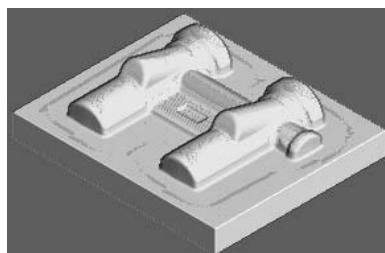

图 3-151 仿真加工结果 5
2) 在“仿真”工具栏的“当前刀具路径”下拉列表中选择要模拟的刀具路径 finish4，然后单击“执行”按钮 $\text{D}$ ，系统开始自动仿真加工，仿真加工结果如图 3-151 所示。